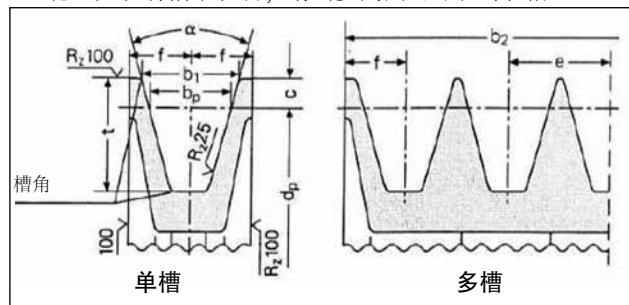

图8
- a) 使用皮带制造商说明/建议槽角尺寸的V型皮带用皮带轮。如没有指示说明，请参阅图8和图9的表格。